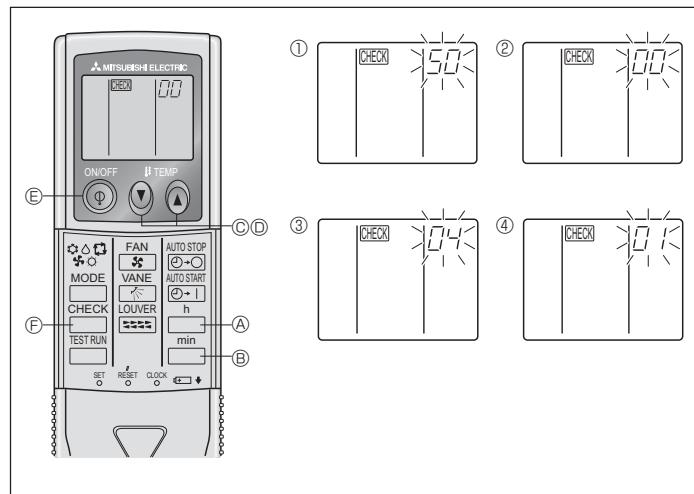

Fig. 6-9
⑧ Prima o botão MODE ⑩ e o modo e o número de definição (Ⅰ) e (Ⅱ) alteram para continuamente ligados e o conteúdo da definição pode ser confirmado.
⑨ Pressione as teclas FILTER ⑪ e TEST RUN ⑫ simultaneamente por pelo menos dois segundos. O ecrã de selecção da função desaparecerá momentaneamente e a indicação do codicionador de ar desligado (OFF) irá aparecer.
2) Para controlo remoto sem fio (Fig. 6-9)